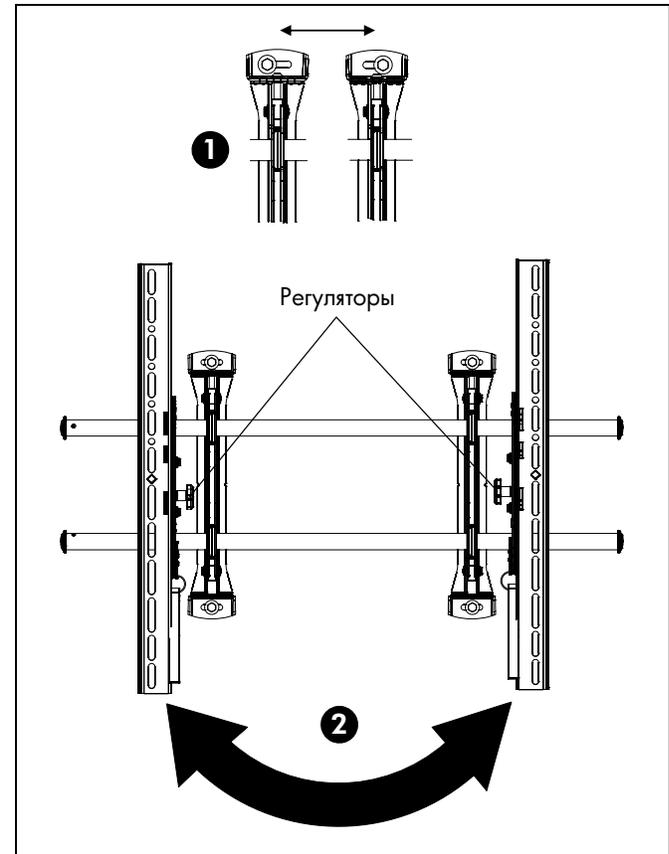

рис. 5
1. Кронштейны можно сдвинуть горизонтально в ту или другую сторону относительно точки крепления. (См. рис. 5)
2. Левый и правый соединительные кронштейны можно менять местами, используя регуляторы, расположенные с внутренней стороны соединительных кронштейнов модели XTM. (См. рис. 5)